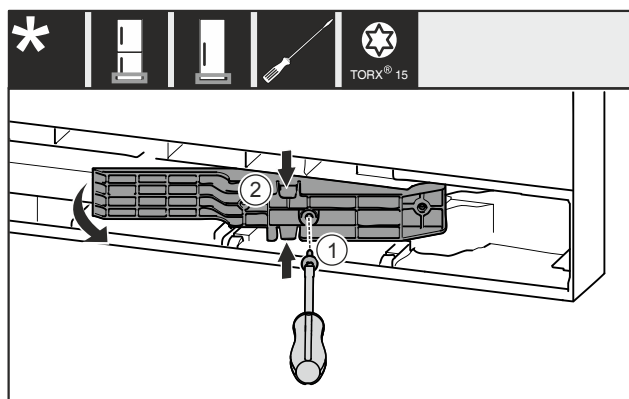

Fig. 21 *
- ▶ Wyciągnąć śrubę Fig. 21 (1)*
- ▶ Ścisnąć lekko element adaptera Fig. 21 (2) u góry i na dole i wyciągnąć do przodu.*